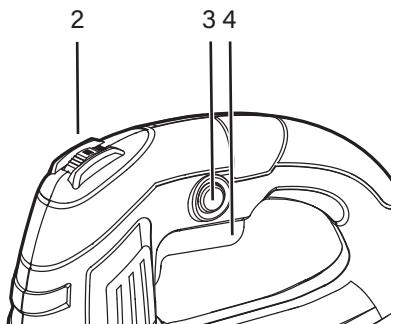

РИС.3
## Включение и выключение (см. рис. 3)
## Изменение скорости (см. рис. 3)
1. Поворачивая лимб регулировки скорости (2) вперед или назад, можно изменять скорость.
3. Положение «1» — самая низкая скорость. Положение «6» — самая высокая скорость. (см. рис. 3)